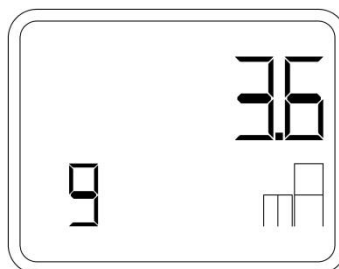

Рисунок 16 – Выбор аварийного значения тока
- При помощи кнопок «↑» и «↓» установить значение аварийного тока: 3,6 мА или 22,8 мА (рисунок 16).